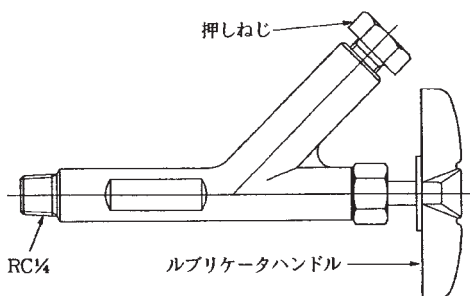

図2-2 ルブリケータ(600# クラス以下)
- 【4】 ルブリケータ付のバルブはグリース注入力を確認します。(図2-2)